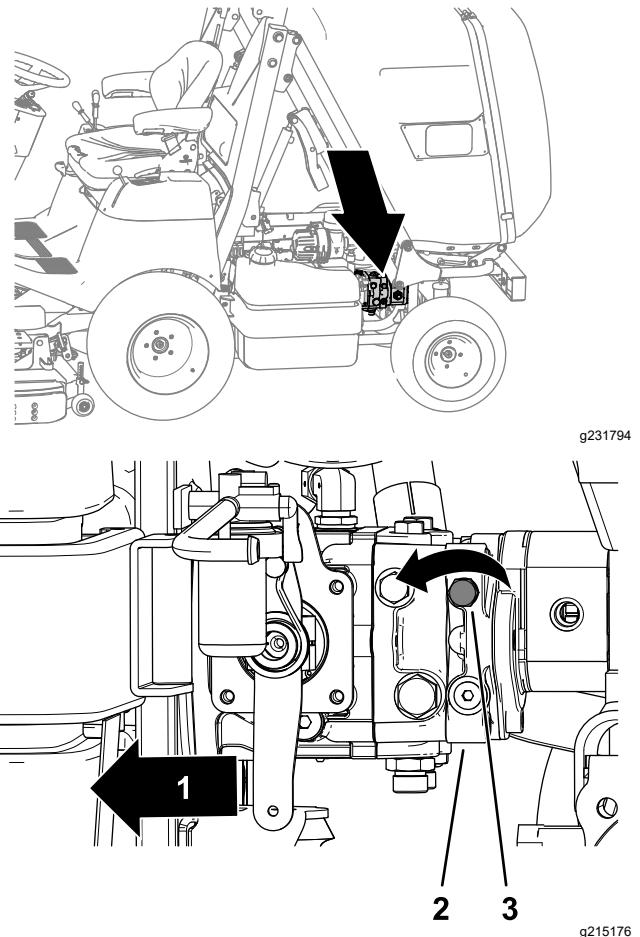

Рисунок 33
1. Найдите ручку управления перепускного клапана на левой стороне гидравлического насоса (Рисунок 33).
2. Используя торцевой ключ с головкой на 17 мм, поверните ручку управления на 3 оборота против часовой стрелки (Рисунок 33).
2. Используя торцевой ключ с головкой на 17 мм, поверните ручку управления (Рисунок 33) по часовой стрелке до ощущения сопротивления (перепускной клапан закрыт)